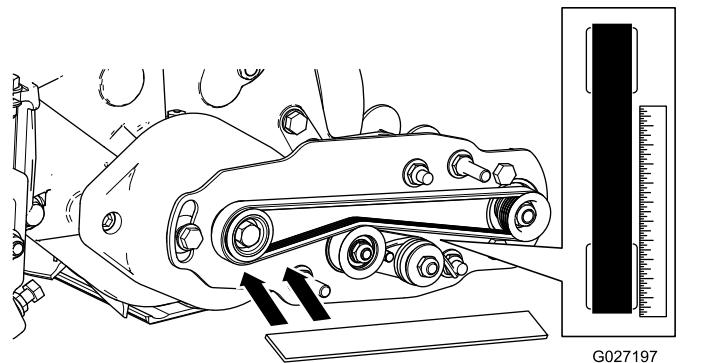

図 16
- 駆動プーリの外側面に直定規を当てる図16。駆動プーリと受動プーリの両方に直定規を当てないこと。